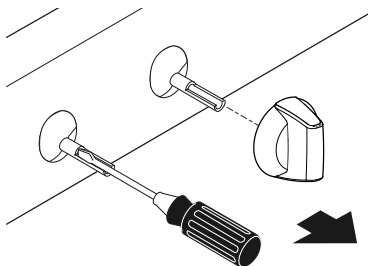
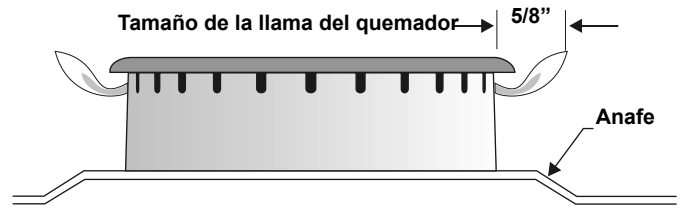

Fig. 17
Fig. 18
- Inserte un destornillador de hoja delgada en el vástago de la válvula hueca y enganche el tornillo ranurado en el interior. El tamaño de la llama se puede aumentar o disminuir con el giro del tornillo (consulte la Fig. 17 y la Fig. 18).